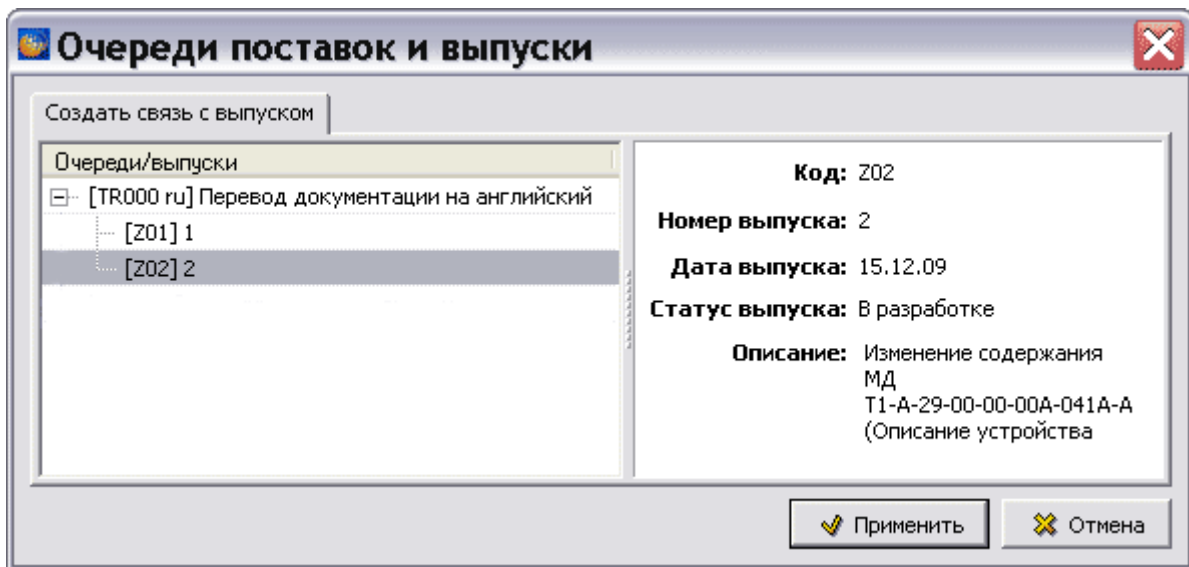

Рис. 11.18
4. В верхней части окна выберите инструмент  **Связать...**. При этом появится окно **Очереди поставок и выпуски** (Рис. 11.18).